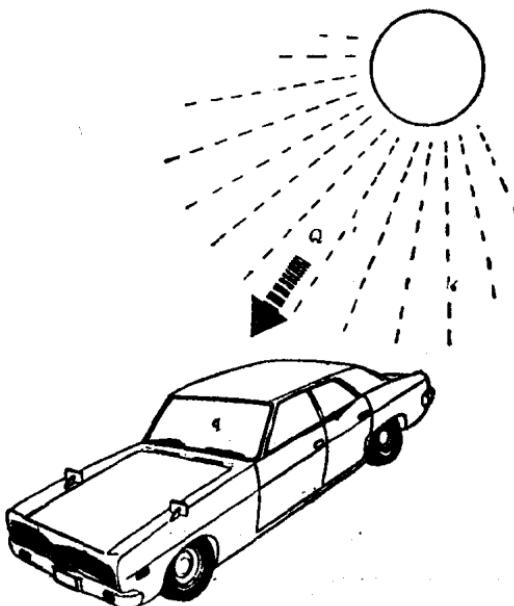

图 1-5 制冷负荷示意
(2) 制冷负荷。为了把车室的温度和湿度保持在一定的范围内，必须将来自车外太阳的辐射热(用 Q 表示)和车室内人体发出的热量(用 q 表示)排除到大气中去。这两种热量的总和就叫做制冷负荷。制冷负荷示意如图1-5。